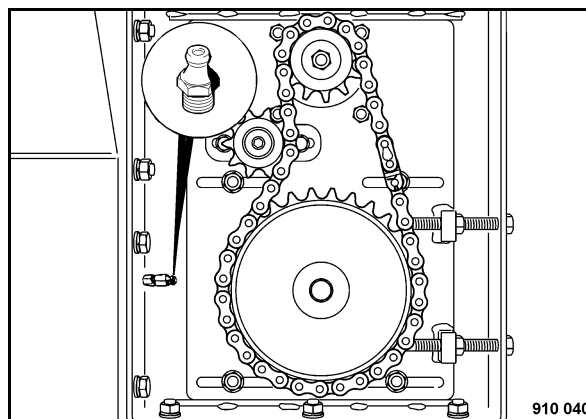

Bild 31
- Schmiernippel der Lagerung Förderbandumlenkrollen (Bild 31) an der linken und rechten Seite reinigen.